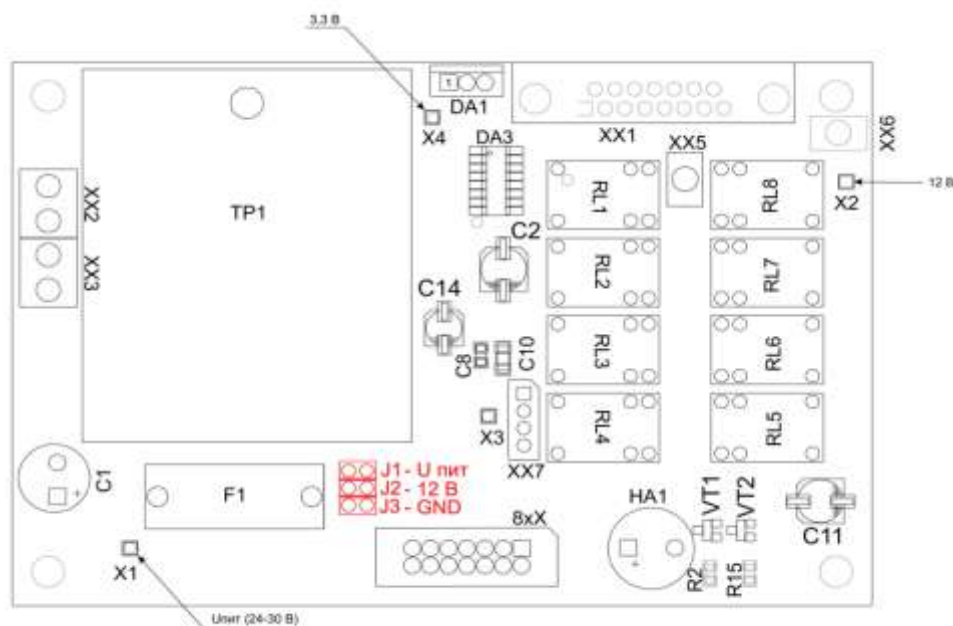

Рис.7
2. Найдите перемычки J1 и J2 как указано на рис.7